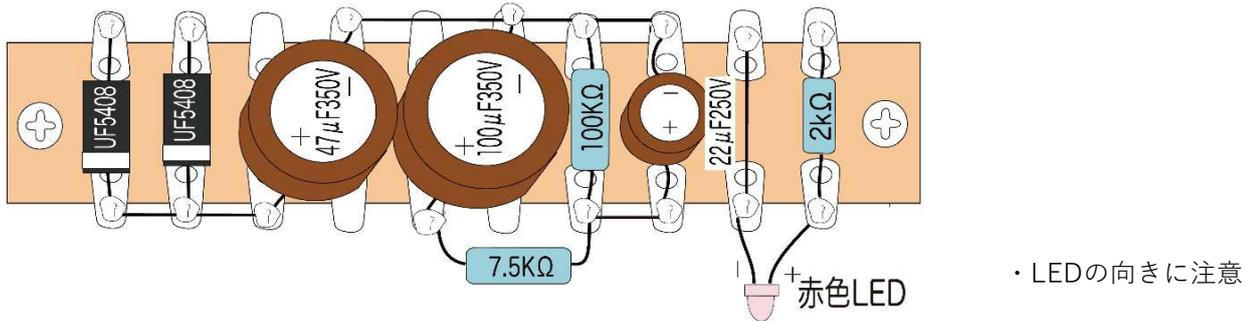

図1 電源部平ラゲ板の実体配線図
- ステップ1でなんとなくパワー・アンプの外観が見えてきました。ここからは内部の配線です。まずは電源回路が載る「電源部平ラゲ板」を実体配線図(図1)をチェックしながら組み立てます。ここには高電圧整流回路と平滑回路、さらにLED表示器関係の回路が載っています。ダイオードは勿論方向が決まっていますし、電解コンデンサーにも方向(白い帯がマイナスの印です)があります。ここで、電解コンデンサーは大きさの関係で**斜め**に取付けています。